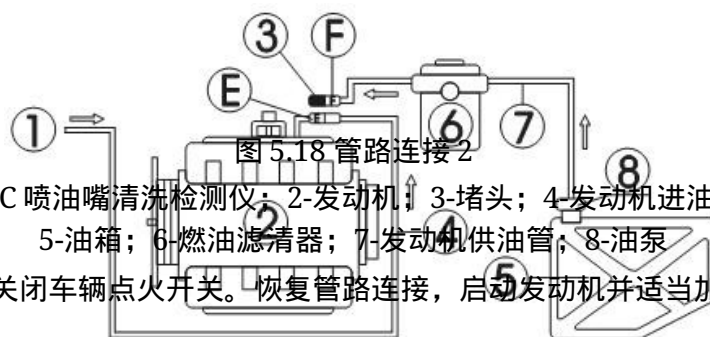

图 5.18 管路连接 2
1) 断开发动机燃油系统供油管 (E、F) (断开燃油管路接头时用毛巾盖住), 选择合适接头连接 E 端, 并重新连接设备出油管。将回油管挂起, 见图 5.18。
2) 用堵头堵住断开端 (F) 的另一端 (仅适用于带回油功能的油泵), 或拔下油泵保险丝, 或断开发动机油泵电源线。